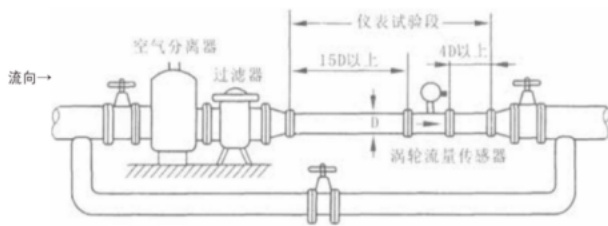

图7-3
- 为了在检修中不中断流体输送，通常在流量传感器的上下游安装截止阀，同时设置旁通管道，并确保保测量时旁通管道在旁通阀门关闭时不泄漏。流量传感器的典型安装管道系统如图 7-3 所示。